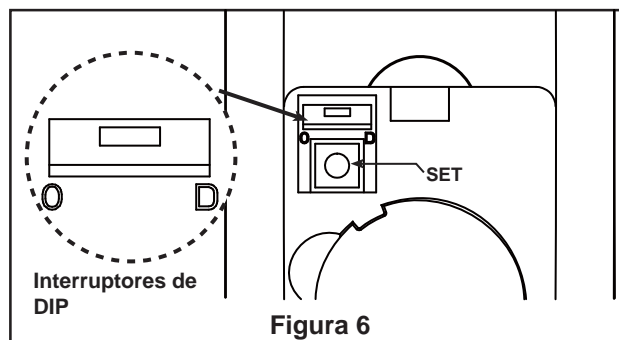

Figura 6
6. Instale la unidad LED en la ensamble de la placa de iluminación usando el tornillo previamente retirado y asegure los tres tornillos. (Figura 6)
8. Posición de bloqueo: El motor CC posee una función de seguridad integrada para evitar la obstrucción de las palas durante el funcionamiento del ventilador. Si algo obstruyera las palas del ventilador, el motor dejaría de funcionar tras 60 segundos de interrupción. Extraiga los obstáculos antes de restaurarlo. (Figura 6)